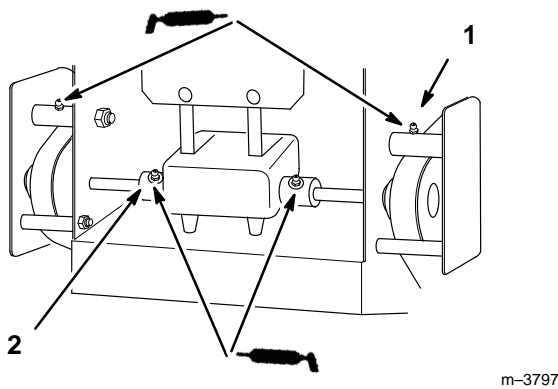

Figure 39
2. Lubrifier les joints de transmission toutes les 50 heures, et les pivots des bras de renvoi toutes les 8 heures (Fig 39).